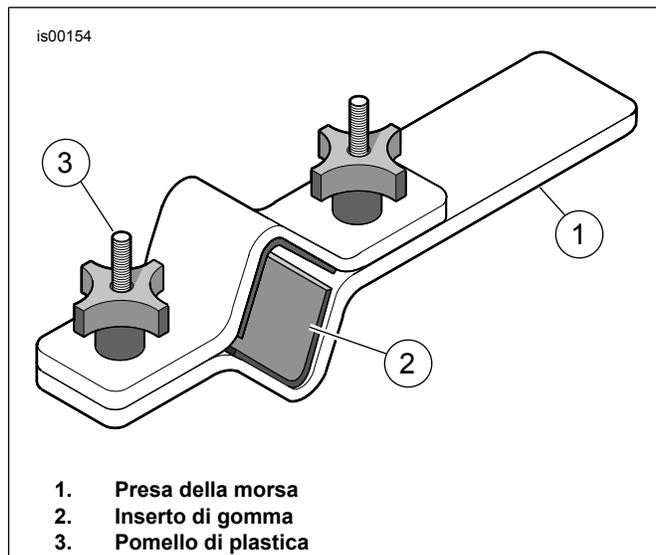
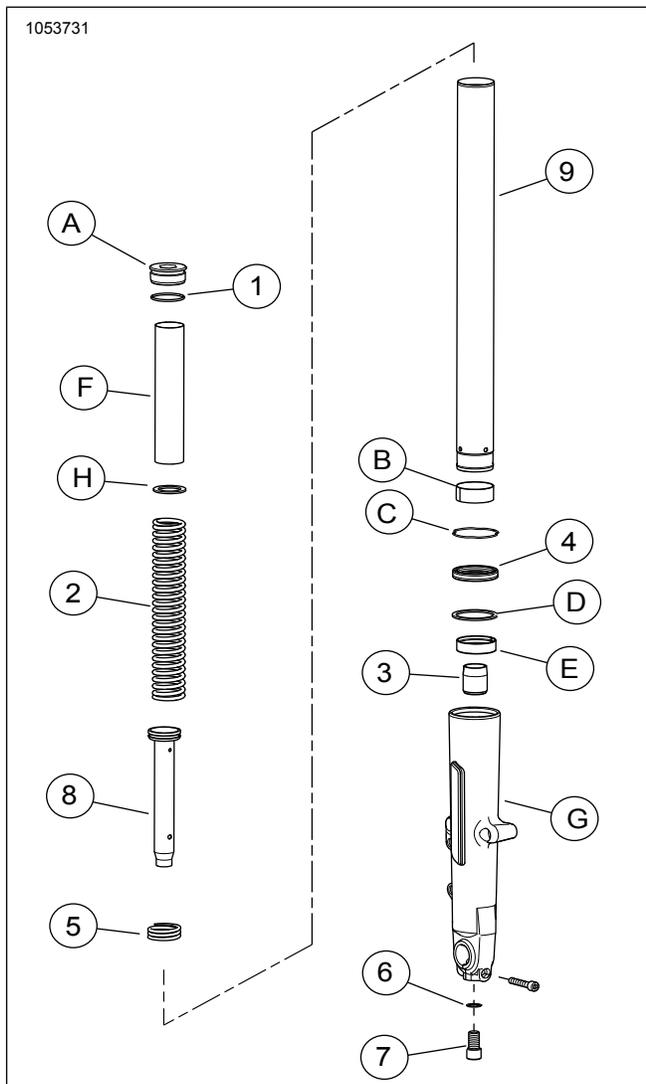

Figura 3. Staffa di sostegno della canna della forcella (HD-41177)
Figura 6. Parti di ricambio: Forcella cartuccia Touring
1. Vedere Figura 3. Inserire la forcella nella relativa staffa di sostegno della canna (HD-41177) procedendo come segue:
- a. Bloccare orizzontalmente in una morsa l'estremità dell'attrezzo (1).
- b. Vedere Figura 6. Con il bullone della forcella (A) rivolto verso l'alto, bloccare la canna della forcella (9) tra i tamponi di gomma sul lato interno dell'attrezzo. Serrare i pomelli finché la canna della forcella non sia fissata saldamente.
1. Vedere Figura 6. Assicurarsi che la fascia elastica del pistone sia installata sul tubo dell'ammortizzatore con le sagome rivolte verso il basso. Porre la **nuova** molla di estensione (5) sul **nuovo** tubo dell'ammortizzatore preso dal kit (8). Inserire il tubo dell'ammortizzatore nella **nuova** canna della forcella (9).
2. Inserire la **nuova** molla (2) e lo scodellino della molla della valvola (F) nella canna della forcella, con la sezione di spire più ravvicinate verso il tubo dell'ammortizzatore. Spingere il fondo del tubo dell'ammortizzatore attraverso l'apertura all'estremità inferiore della canna della forcella. Porre il **nuovo** dispositivo di blocco dell'olio (3) sull'estremità del tubo dell'ammortizzatore.
3. Applicare Loctite 565 Thread Sealant alla **nuova** vite (7). Posizionare la canna della forcella e il tubo dell'ammortizzatore nel fodero della forcella (G). Tenere il gruppo in posizione premendo sulla molla. Installare la vite (7) con una **nuova** rondella di rame (6) presa dal kit.
- c. Vedere Figura 6. Far scorrere verso il basso il fermo di ritegno (C) nella canna della forcella finché non tocchi il paraolio della forcella. Inserire il fermo nella scanalatura del fodero della forcella. Non allungare o tirare il fermo per installarlo sulla canna della forcella perché potrebbe danneggiarsi.
- d. Vedere Figura 6. Inserire l'asta in cima alla canna della forcella fino a che l'anello di metallo non poggia tutto sopra la canna della forcella.